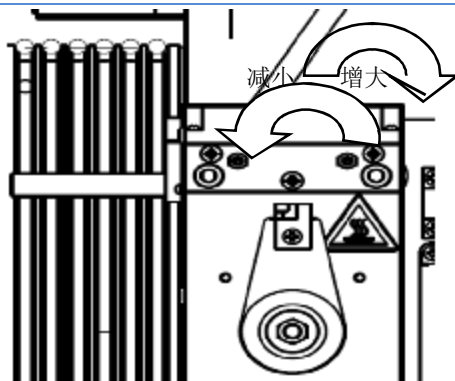

图 47 转动空心螺栓示意图
2. 松空心螺栓：按需求逆时针或顺时针转动空心螺栓（见 P27 图 47），并用塞尺确认气隙；